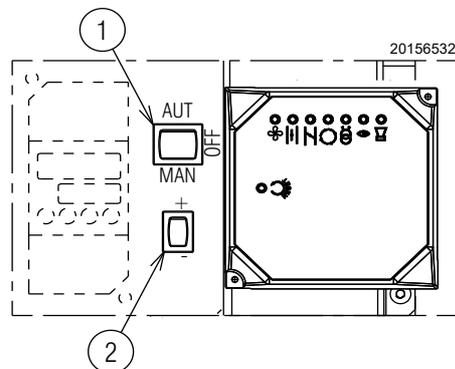

Fig. 30
Posicionar el selector 1)(Fig. 30) en la posición "MAN".
- colocar el interruptor 1) de la Fig. 30 en la posición "OFF" y esperar que la caja de control ejecute la fase de apagado;
La regulación del aire se realiza variando el ángulo de la leva III) (Fig. 29) y mediante el selector 2)(Fig. 30). Para regular la leva del servomotor, consultar Fig. 33 A).
En la descripción anterior, hemos dejado el quemador encendido, funcionando a la potencia MÍN. Apretar ahora el pulsador 2)(Fig. 30 en la pág. 28) "aumento de potencia" y mantenerlo apretado hasta que el servomotor haya abierto el registro del aire y la válvula de mariposa del gas.
La regulación del aire se realiza variando el ángulo de la leva I) (Fig. 29 en la pág. 27) y mediante el selector 2)(Fig. 30 en la pág. 28). Para regular la leva del servomotor, consultar Fig. 33 A).
Presionar el pulsador 2)(Fig. 30 en la pág. 28) “Disminución potencia” y mantenerlo presionado hasta que el servomotor alcanza (Fig. 33 B) la regulación de fábrica: Ver Tab. L en la pág. 27 regulando en consecuencia el registro de aire 5) y la válvula de mariposa del gas 4)(Fig. 32 en la pág. 29).
La regulación del aire se realiza variando el ángulo de la leva III) del servomotor (Fig. 29 en la pág. 27) y mediante el selector 2)(Fig. 30 en la pág. 28). Para regular la leva del servomotor, consultar Fig. 33 A).
Después de haber regulado la potencia máxima y mínima del quemador, se realiza la regulación del aire en varias posiciones intermedias del servomotor. El paso de una posición a la siguiente se obtiene manteniendo apretado el pulsador 2) en el símbolo (+) o (-) (Fig. 30 en la pág. 28). Presionar apenas el pulsador 2)(Fig. 30 en la pág. 28) “Aumento potencia” de modo que el servomotor gire aproximadamente 20°, ver la escala graduada del servomotor (Fig. 33 B) y la escala graduada de los registros de aire 5)(Fig. 32 en la pág. 29).
Apagar el quemador desde el interruptor 1)(Fig. 30), posición OFF, liberar la leva mecánica I)(Fig. 32) para separar los engranajes del servomotor, presionando y desplazando hacia abajo el pulsador 3)(Fig. 33 D) y verificar varias veces, girando manualmente la leva mecánica I)(Fig. 32) hacia adelante y hacia atrás, que el movimiento sea suave y sin atascamientos.